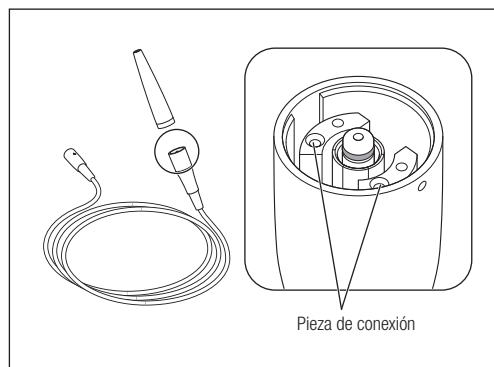

Fig. 36
- No utilice un palo muy puntiagudo ni presione la pieza de conexión cuando limpie la clavija del cable de la pieza de mano. De lo contrario podría ocasionar daños y provocar un fallo de contacto (Fig. 36).